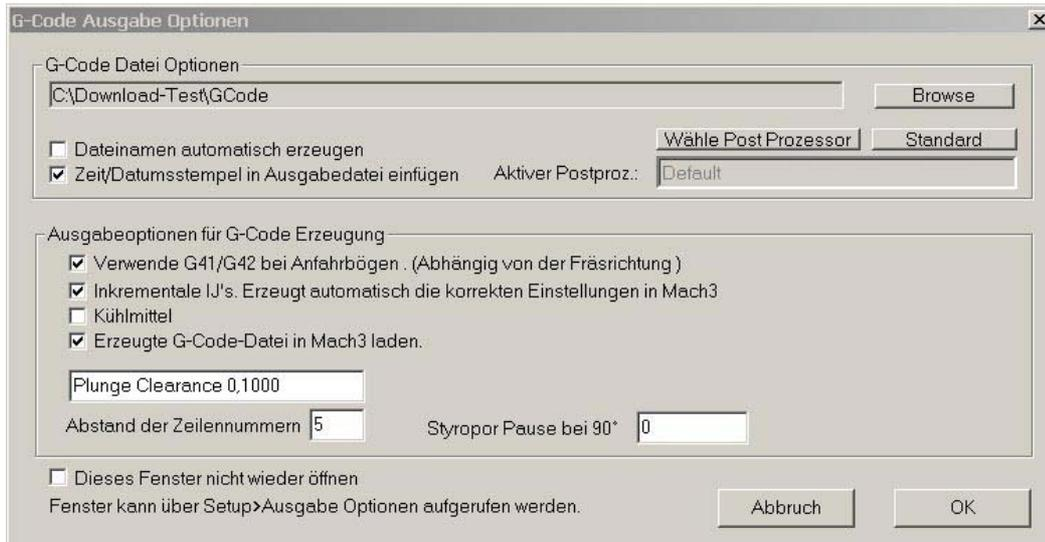

Abb. 1.23: Dialogfenster für die Einstellungen der Ausgabeoptionen
- ◆ **Post Code:** Über dieses Icon erzeugen Sie Ihren G-Code. Nach Mausklick darauf, öffnet sich das folgende Fenster, in welchem Sie die verschiedenen Einstellungsoptionen für die Ausgabe vornehmen können (Abb.:1.23). Diese sind weitestgehend selbsterklärend und